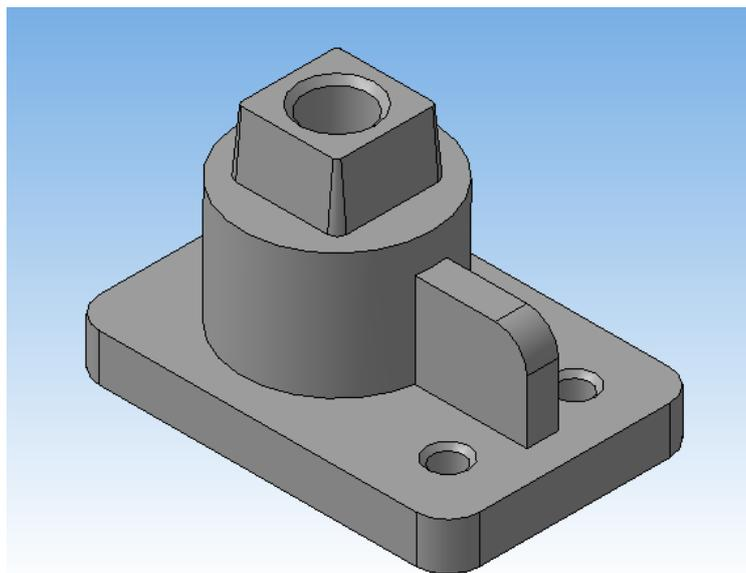

Рисунок 46.
1. Создание модели корпуса (рисунок 46).